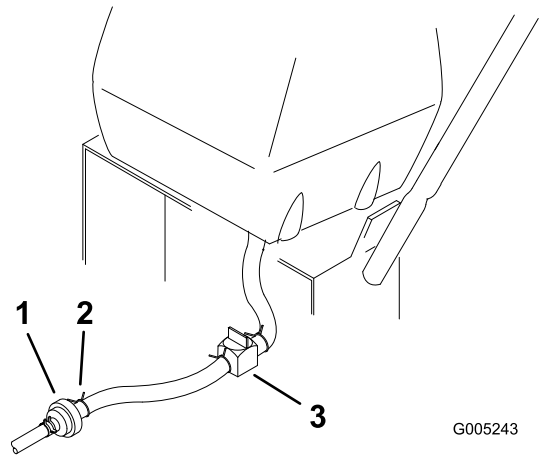

Figura 23
3. Cierre la válvula de cierre de combustible del depósito de combustible (Figura 23).
4. Apriete los extremos de la abrazadera y deslícela por el tubo alejándola del filtro (Figura 23).
5. Retire el tubo de combustible del filtro (Figura 23).